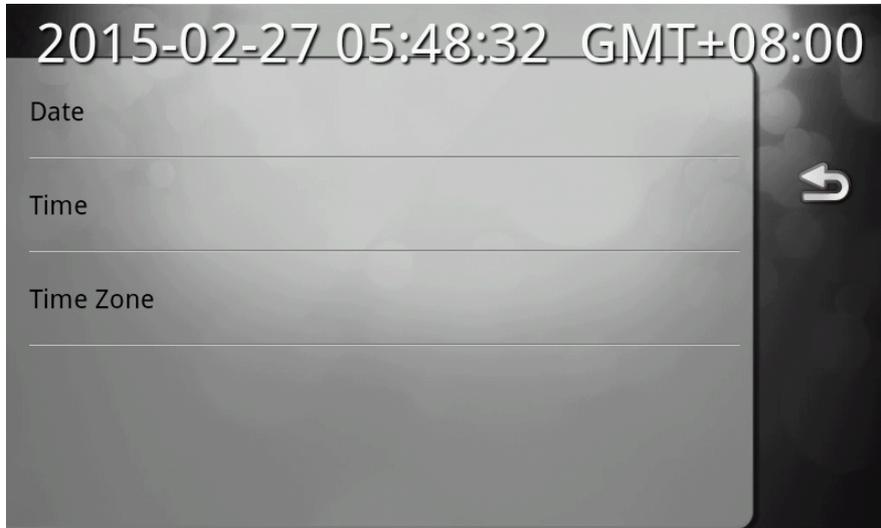

Abb.13
Diese Auswahl dient für die Daten oder Zeiteinstellung im System. Nach der Auswahl von dieser Möglichkeit wird das Angebot dargestellt mit drei Einstellungen (Datum, Zeit, Zeitzone) und in der oberen Rand des Bildschirm befinden sich die aktuelle Daten von diesen drei Mengen (siehe Abb. 13).
2. Eingeben Sie die Werte UTC Datum, dann UTC Zeit und folgend modifizieren Sie die Zeitzone. Damit wird der Wert der Zeit (und möglicherwerweise auch Datum) auf die lokale Zeit modifiziert in der oberen Linie sollte der richtige lokale Zeit und Datum sein (Abb.13)